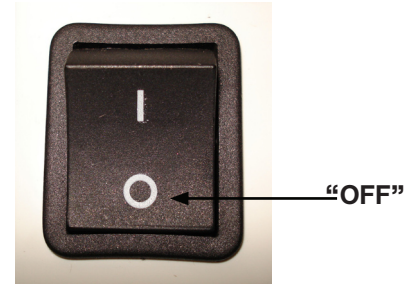

Figure 1
1. Assurez-vous que l'interrupteur "ON/OFF" (I / O) soit en position "OFF" (O) (Figure 1).